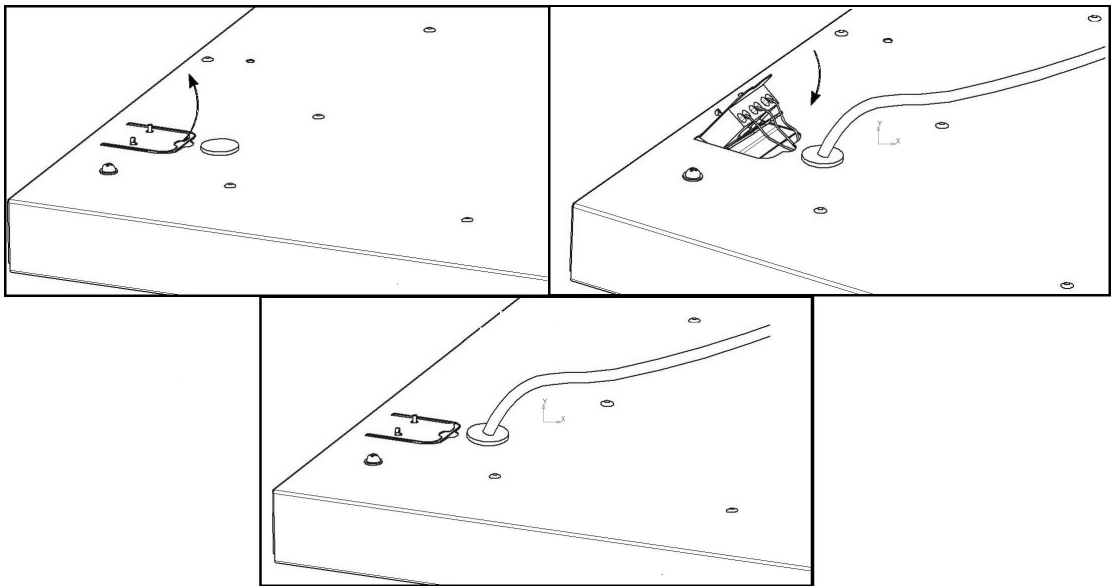

Рисунок 5 - Схема подключения светильника
5.4 Отогните язычок с клеммной колодкой (см. рисунок 5) и подключите сетевой провод к клеммной колодке (см. рисунок 6).
5.9 Отогните язычок с клеммной колодкой (см. рисунок 5)